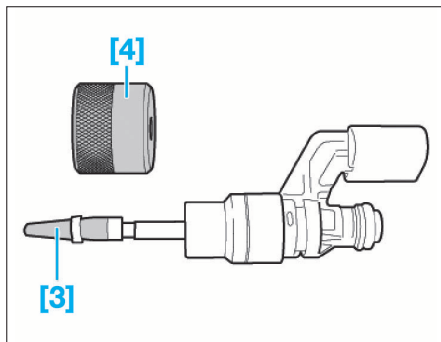

FIG. 48
- [4]. Douille de montage (ref. T10133/6) (Fig.48).
- faire glisser la bague-joint avec la douille de montage [4] sur le cône de montage [3] jusqu'à ce qu'elle s'enclenche dans la gorge de la bague-joint (ne pas utiliser de lubrifiant) (Fig.48).